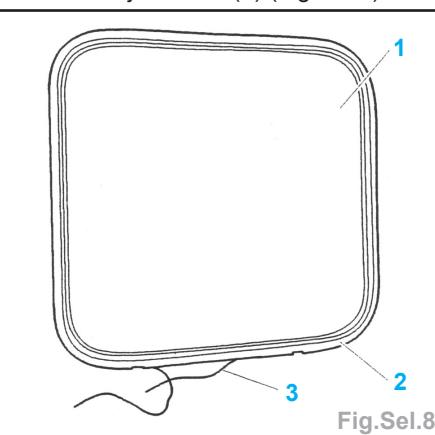

Fig.Sel.8
- Positionner la vitre (1) dans la gorge interne du joint vitre (2) (Fig.Sel.8).